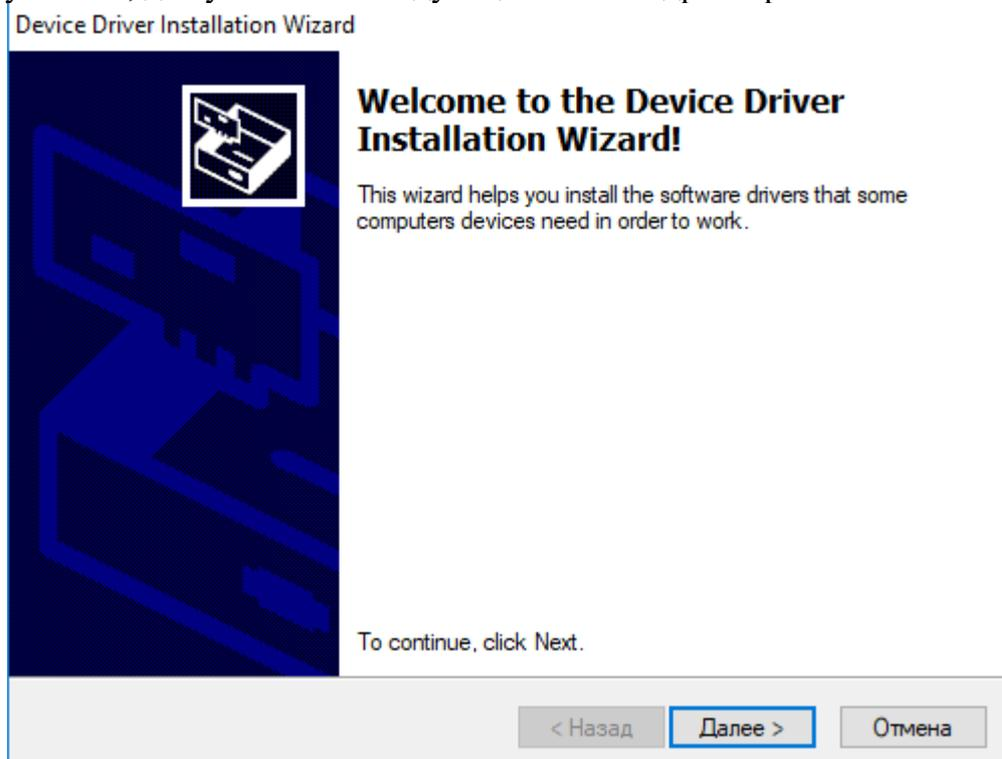

Рисунок 3.5
6. Нажать кнопку «Далее» в окне «Device Driver Installation Wizard», рисунок 3.5, для установки следующего пакета драйверов.